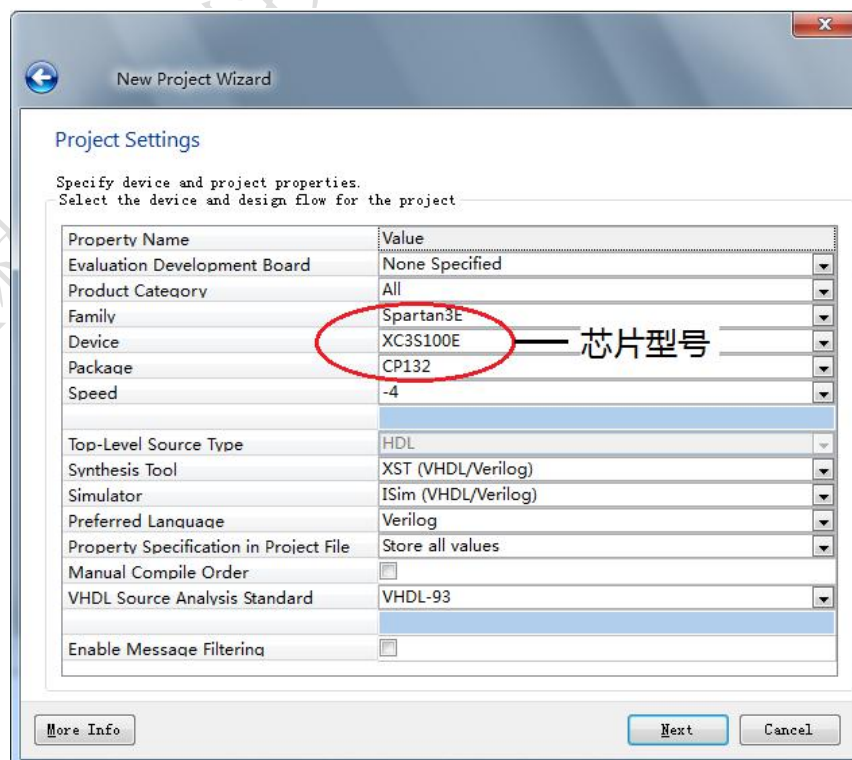

图 1-3
3、选择芯片类型、速度等级、综合工具、仿真工具等如图 1-3，点击 NEXT。